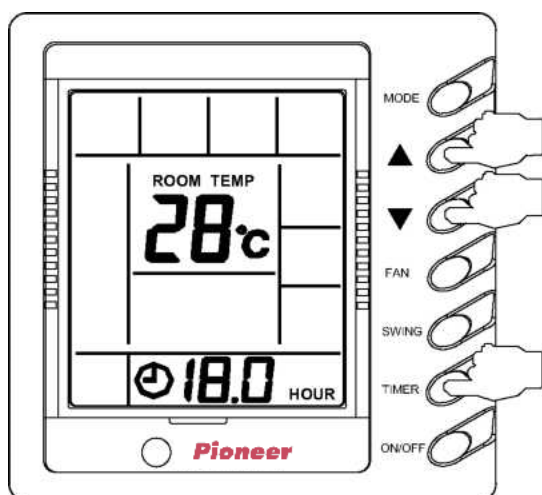

Рис. 19
- После подачи питания нажать кнопки TIMER, будет высвечиваться 0.5 HOUR, а и HOUR будут непрерывно мигать. Затем повторно нажать кнопку TIMER; индикатор 0.5 HOUR погаснет. Это означает отмену таймера. См. рис. 19.